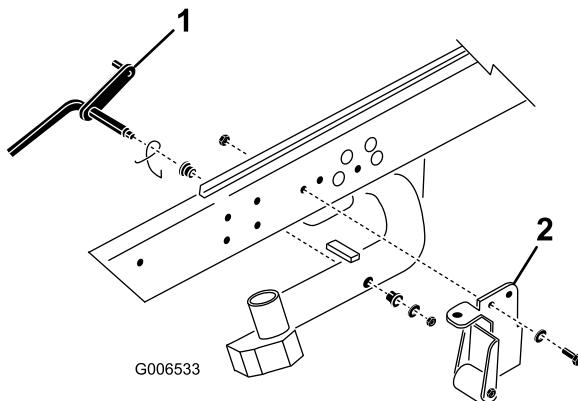

Figure 3
1. Enlevez le contre-écrou et la rondelle qui fixent la tige de pivot au bras de levage n° 2 (Figure 3). Enlevez la tige de pivot et le ressort du bras de levage. Répétez la procédure pour les bras de levage n° 1 et 3.
**Remarque:** Le support avec galet et les autres supports du dispositif de basculement ne sont pas nécessaires pour utiliser les plateaux de coupe DPA (Figure 3).